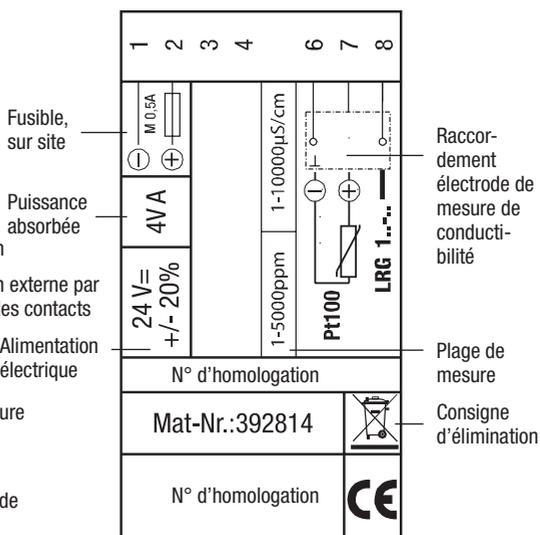

Fig. 1
L'indicateur de conductibilité LRS 1-50 est encliqueté dans l'armoire de commande sur une barre de support de type TH 35, EN 60715. **Fig. 1** ④